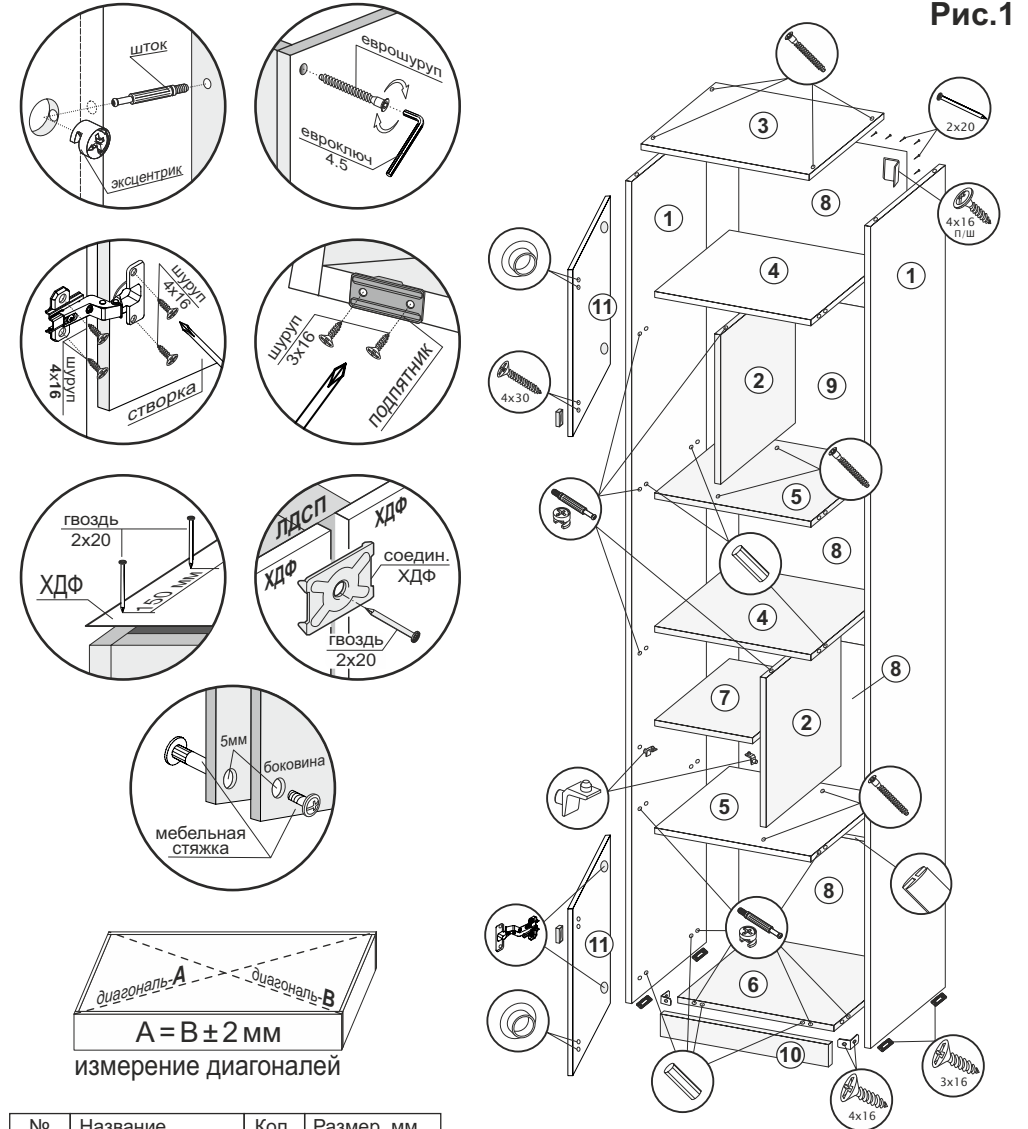

Рис.1
1. Шурупами 3x16 прикрутить подпятники к боковинам (1) (рис.1).
2. Эксцентриками скрепить поперечины (2) со стяжками (4) (рис.1).
3. Соединить боковины (1) и стяжки (4,5,6) с помощью шкантов и эксцентриков (рис.1).
4. Еврошурупами соединить крышу (3) с боковинами (1) и стяжки (5) с поперечинами (2) (рис.1).
5. Замерить диагонали секции (они должны быть равны: +/- 2 мм). Прибить гвоздями 2x20 заднюю стенку, состоящую из ХДФ (8,9), соединительной планки и соединителей ДВП/ХДФ (рис.1).
6. Перевернуть изделие лицевой частью вверх и установить цоколь (10) на стяжку (6) с помощью шкантов и эксцентриков, затем зафиксировать с боковинами (1), прикрутив уголки 20x20 шурупами 4x16 (рис.1).
9. Вставить в боковину (1) и поперечину (2) полкодержатели с фиксатором и установить на них полку (7) (рис.1).
10. В зависимости от расположения створок (11): правое или левое (в схеме показано левое), досверлить необходимые отверстия Ø5 мм под ручки. Оставшиеся технические отверстия заглушить мебельными заглушками d5 (рис.1).
11. **Только после окончательной сборки изделия** навесить створки (11) на короб пенала, используя петли и шурупы 4x16 (рис.1). Отрегулировать петли.
12. К створке (11) прикрутить ручку шурупами 4x30 (рис.1).